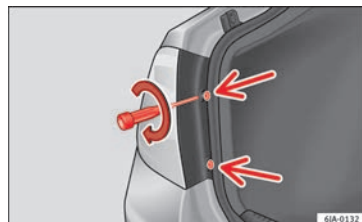

Bild 103 Montera bakljusenheten
- Ta skruvmejseln eller en Torx 20-skruvmejsel (T20) från verktygssatsen, dra fast (vrid medsols » bild 103) de båda fästskruvarna som säkrar lampfronten.